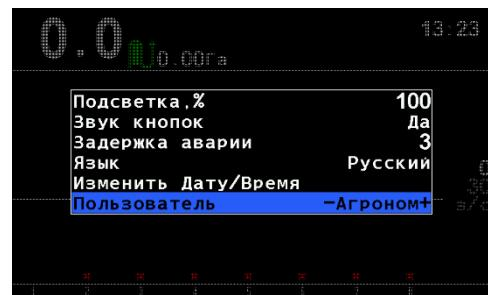

Рисунок 32
5. Кнопками ⌁ «Вверх» и ⌄ «Вниз» выбрать пункт меню «Пользователь» (см. «Рисунок 32»). Кнопками ⌂ «Плюс» и ⌃ «Минус» выбрать «Агроном» и нажать кнопку ⌂ «Меню». В появившемся окне ввести ПИН-код. В случае ввода правильного кода произойдет смена уровня доступа, о чем будет свидетельствовать сообщение на экране, и после этого будет показан главный экран.